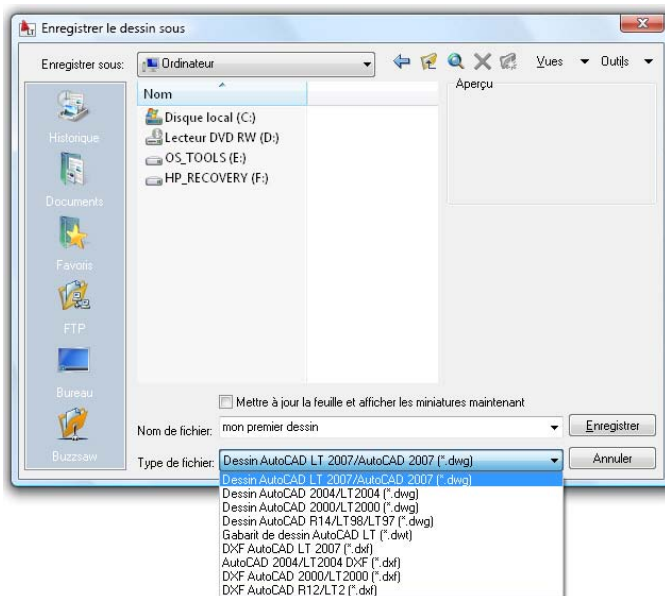

Figure 2.56
8. Enregistrer sous : saisissez le nom du fichier, son type et son emplacement (voir Figure 2.56).